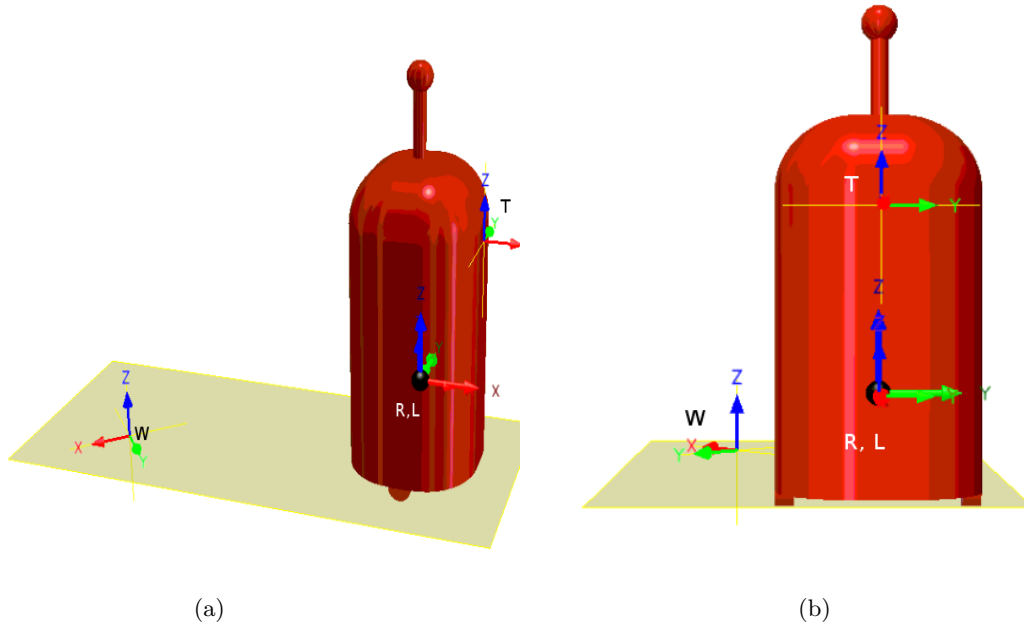

Figura 1: Marcos de referencia del robot
6. El robot tiene un marco de referencia local respecto al cual se definen las posiciones del sensor lidar y cámara tracking (ver Figura 1)